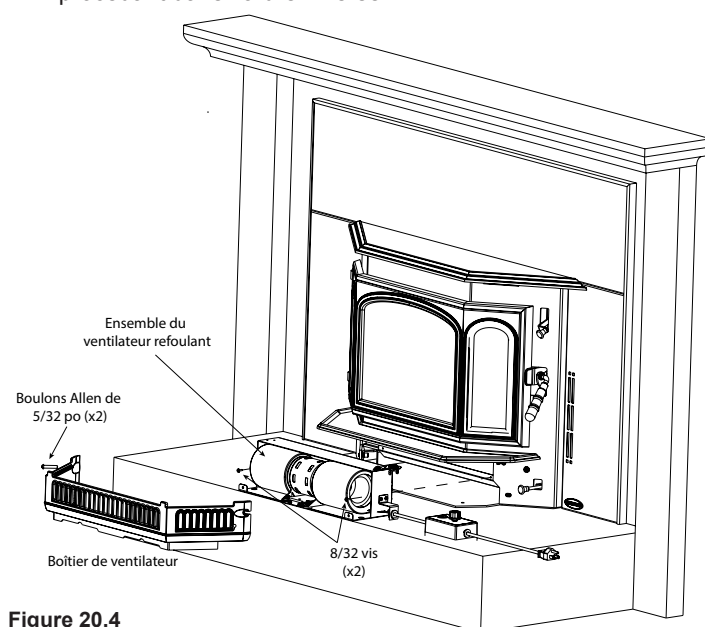

Figure 20.4
2. Retirez l'ensemble du ventilateur de l'appareil en dévissant les deux vis à tête cruciforme 8/32 situées sous le collecteur de cendres (**Figure 20.4**).